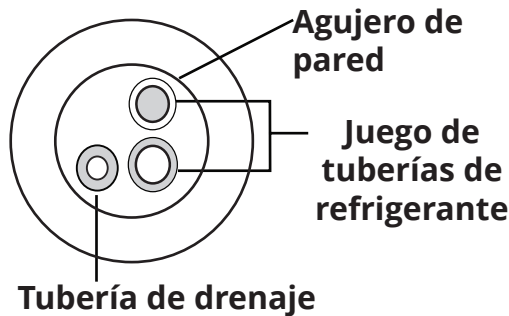

Fig. 5.21
- Coloque la tubería de drenaje y el juego de tuberías de modo que pasen a través del orificio de la pared en la orientación que se muestra a continuación en la Fig. 5.21.